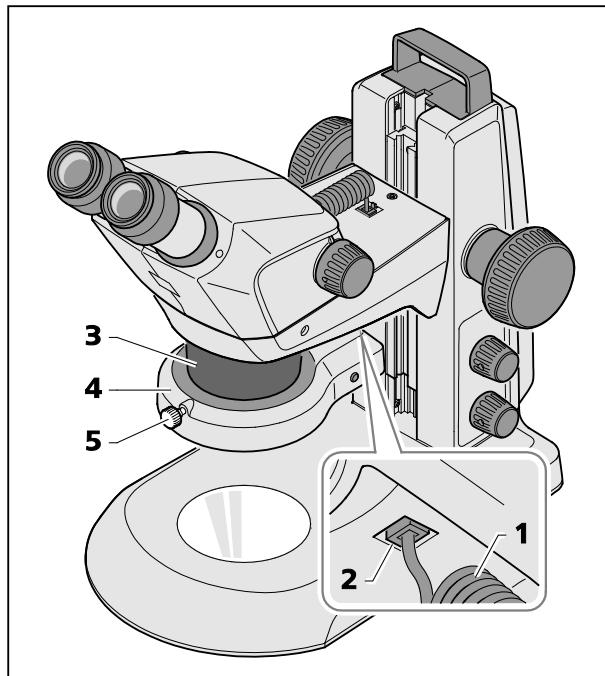

Fig. 13 Montar a lâmpada anular no corpo de microscópio
- Inserir o cabo de ligação (Fig. 13/1) da lâmpada anular (Fig. 13/4) na tomada inferior (Fig. 13/2) do suporte Stemi e na tomada da lâmpada anular.
- Adaptar a lâmpada anular, de baixo para cima, no corpo de microscópio (Fig. 13/3) e fixá-la mediante o parafuso serrilhado (Fig. 13/5).